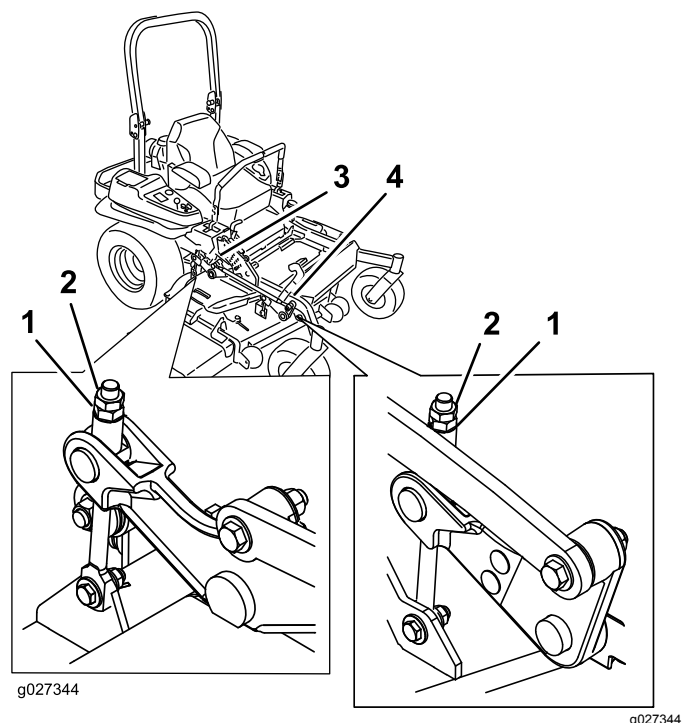

Figure 91
10. Ajustez précisément le serrage de l'écrou de réglage sur l'ensemble de levage du tablier avant (Figure 91).
16. Ajustez précisément la vis de réglage en la tournant jusqu'à obtention d'une hauteur de 8,3 mm (3¼ po) (Figure 91).